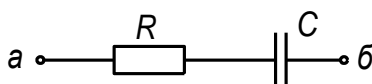

Рис. 3.
**Задача 3.** Для цепи, изображённой на рис. 3, найти  $U_R$ , если  $R = 39 \text{ Ом}$ ,  $X_C = 52 \text{ Ом}$ ,  $U_{ab} = 130 \text{ В}$ .